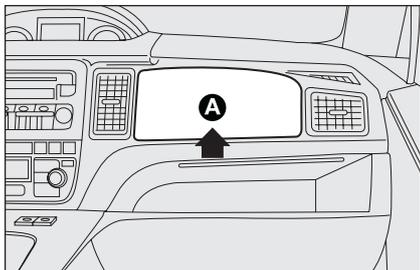

fig. 18
## AIR BAG FRONTALE LATO PASSEGGERO fig. 18
*Non applicare adesivi od altri oggetti sul volante, nella zona A-fig. 18 air bag lato passeggero o sul rivestimento laterale lato tetto. Non porre oggetti sulla plancia lato passeggero perché potrebbero interferire con la corretta apertura dell'air bag passeggero ed, inoltre, causare gravi lesioni agli occupanti della vettura.*